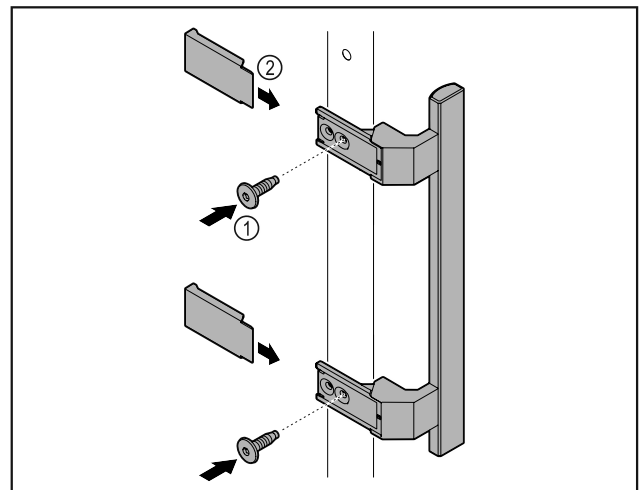

Fig. 42
- Griff aus dem Beipack mit den beiliegenden Schrauben Fig. 42 (1) an der Tür anbringen.
- Abdeckung Fig. 42 (2) aufsetzen.